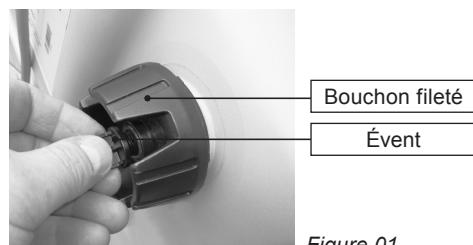

Figure 01
Ouvrez l'évent (voir figure 01) du bouchon fileté.
Fermez le robinet de la conduite de sortie ②. Fermez l'évent du bouchon fileté ainsi que le bouchon fileté (figure 01).